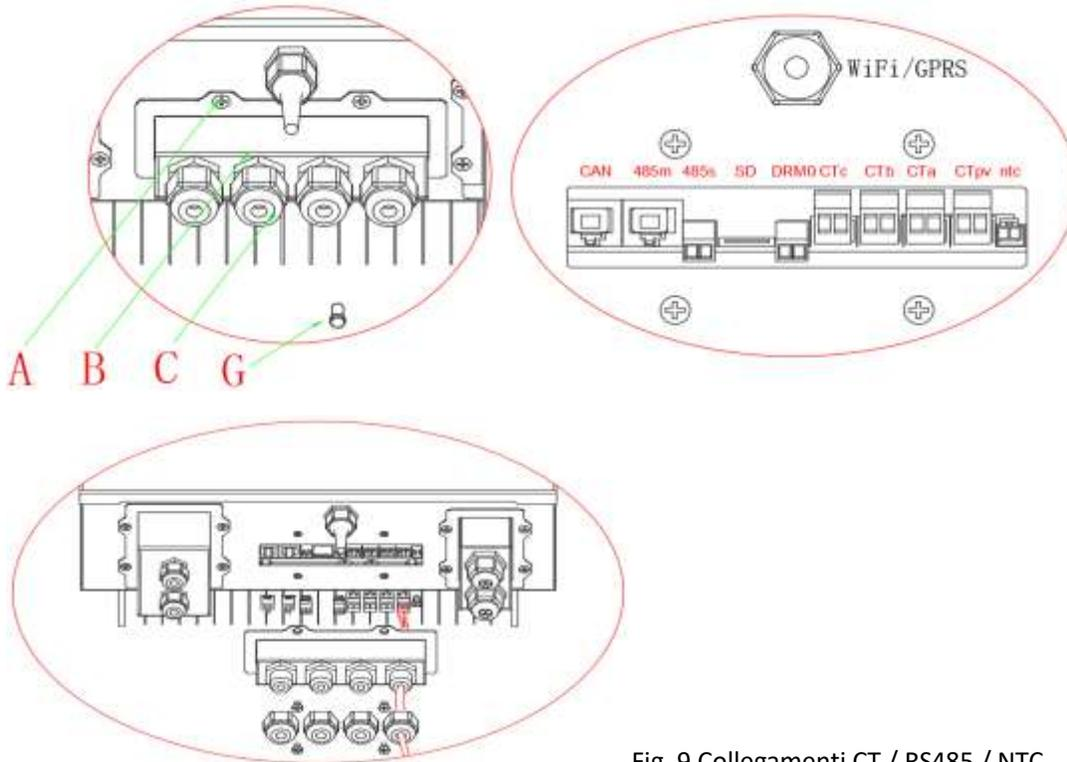

Fig. 9 Collegamenti CT / RS485 / NTC
Passo 2: Allentare le 4 viti (parte A) utilizzando un giravite (fig. 9)
Passo 5: Far passare il cavo RS485 attraverso il passacavo, collegarlo al connettore RJ45, inserire il connettore RJ45 nella porta 485M. (Fig. 9)